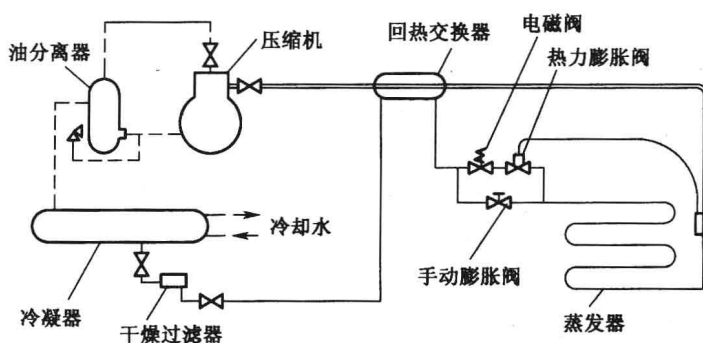
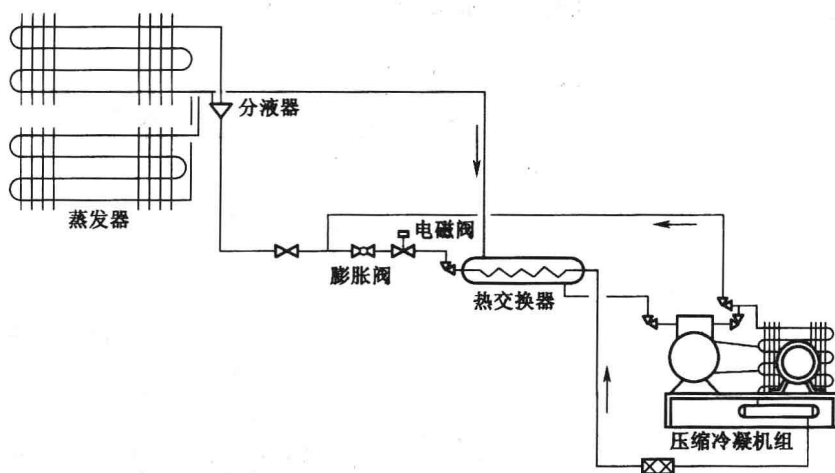

图 1-8 单级压缩氟制冷系统图
图 1-9 活动冷库压缩冷凝机组氟制冷系统图
(2) 氟（利昂）制冷系统：单位食堂小型冷库、渔船上、电冰箱、冰柜、冷藏箱、超市冷冻食品销售柜及空调采用。单级压缩氟制冷系统图如图 1-8 和图 1-9 所示。